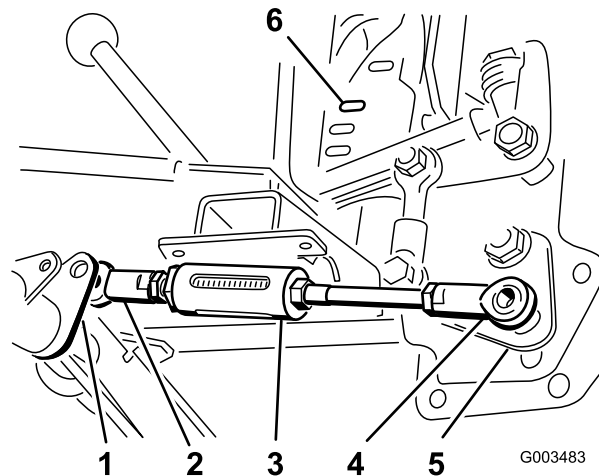

Figura 7
1. Posicione la articulación esférica del extremo corto del conjunto de varilla ajustable a la derecha de la palanca de la varilla ajustable del tubo de giro (Figura 7)
3. Coloque la articulación esférica del extremo largo de la varilla ajustable sobre el espárrago de la parte inferior del conjunto de la palanca de elevación, y sujételo provisionalmente con una contratuerca (1/2 pulgada) (Figura 7).